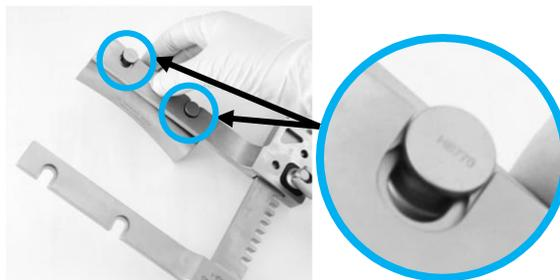
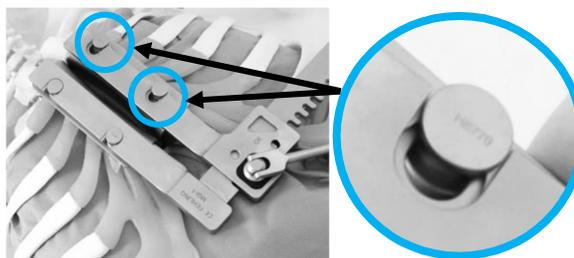

Fig. 2
Fig. 3
Selon l'objectif de l'opération et l'espace de montage disponible, les valves peuvent être reliées au cadre d'écarteur avant (Fig. 2) ou après (Fig. 3) la mise en place dans la fente de sciage sternal.
- 1 Insérer les taquets cylindriques dans les deux trous des bras écarteurs pour tout d'abord lier les valves au cadre d'écarteur avant de les insérer dans le trait de scie (Fig. 2).
- 2 Introduire tout d'abord les valves dans le trait de scie. Placer ensuite les deux bras successivement dans l'espace entre les taquets de valve et faire glisser les trous respectifs des bras sur les taquets de valve. Cela peut être effectué au choix avec le cadre d'écarteur fermé ou légèrement ouvert (Fig. 3).